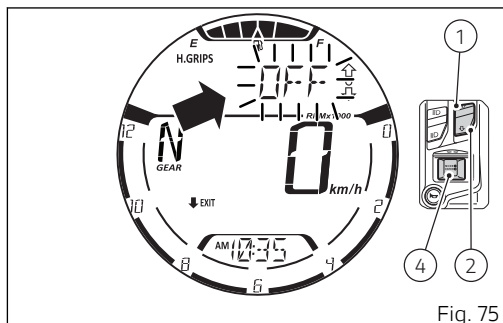

Fig. 75
El nivel se puede programar presionando el pulsador (4). El salpicadero entra en el procedimiento de configuración del nivel de los puños calefactados, haciendo parpadear el nivel actual y visualizando la indicación "EXIT" con adelante la flecha negra dirigida hacia abajo (Fig. 75).